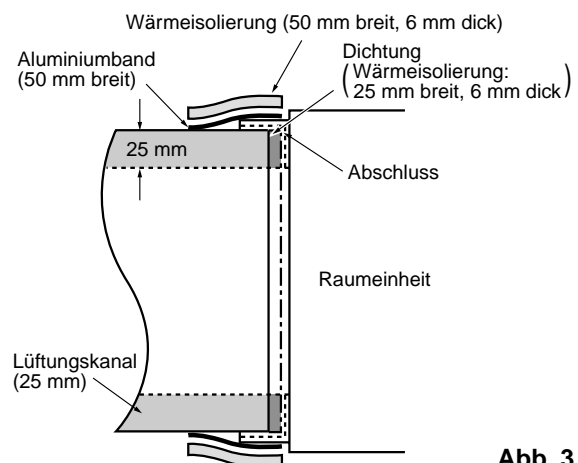

Abb. 3
3. Schließen Sie alle Lüftungsleitungen an den Flansch an. (Abb. 3)